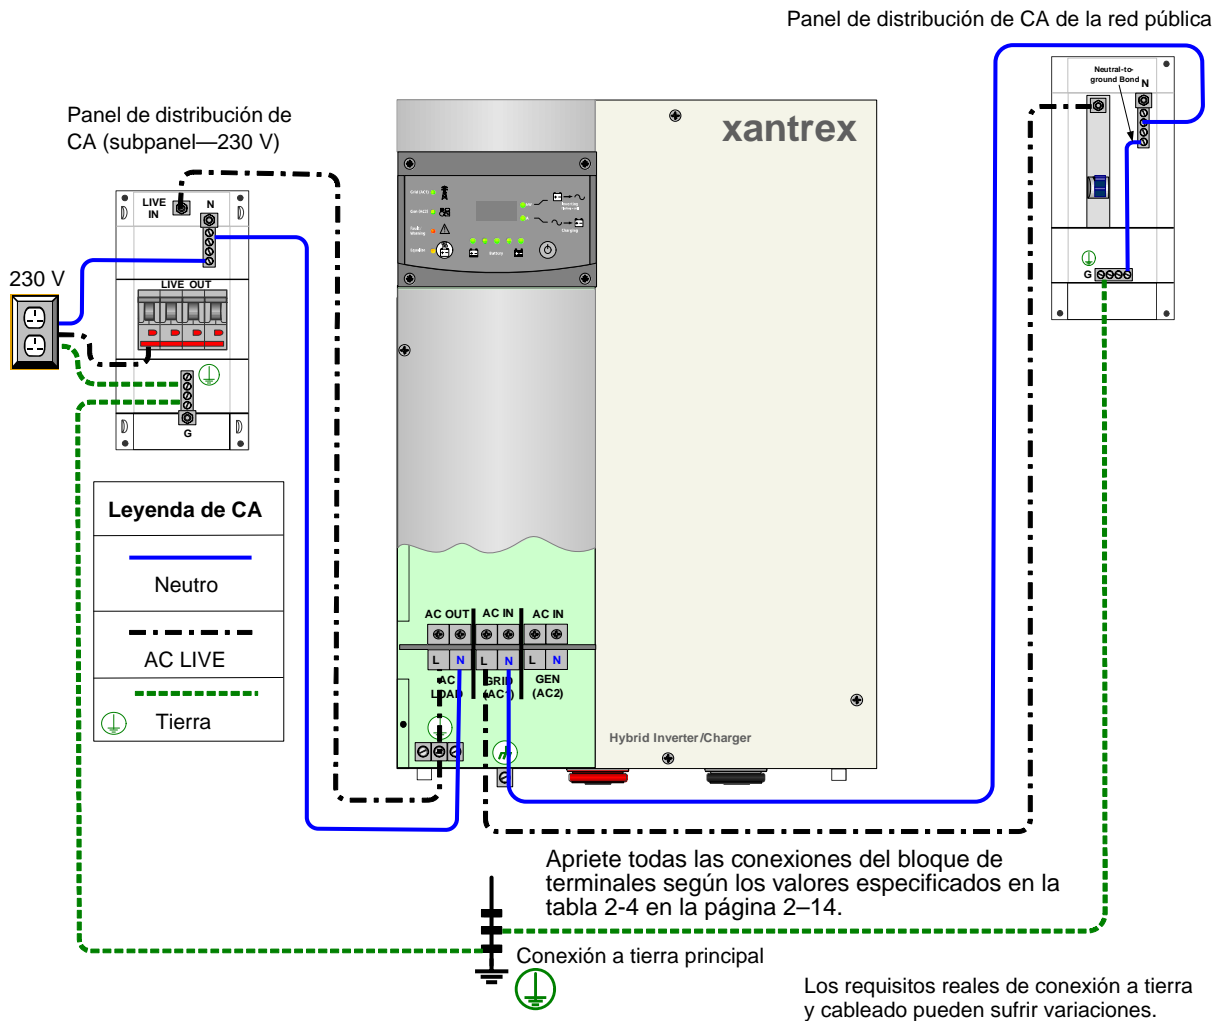

Figura 2-14 Cableado del cargador/inversor XW al subpanel y la red pública
1. Consulte la Figura 2-14. Conecte el cable neutro de la barra colectora del neutro del panel del inversor al terminal N-LOAD del inversor.
1. Consulte la Figura 2-14. Conecte el cable de neutro del panel de distribución de CA de la red pública al terminal neutro GRID (AC1).